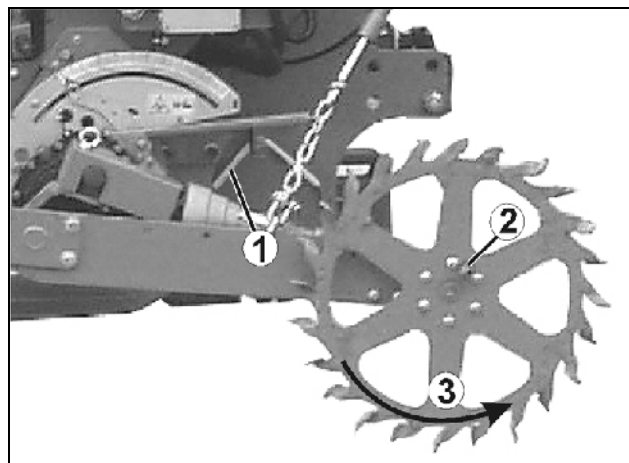

Fig. 83
- Ta frem kalibreringssveiven (Fig. 83/1).
- Sett kalibreringssveiven i 4-kant-ansatsen (Fig. 83/2) på sporehjulet (Fig. 83/3,).
Drei sporehjulet mot venstre (Fig. 83)!
- Sett kalibreringssveiven (Fig. 83/1) tilbake i holdeinnretningen